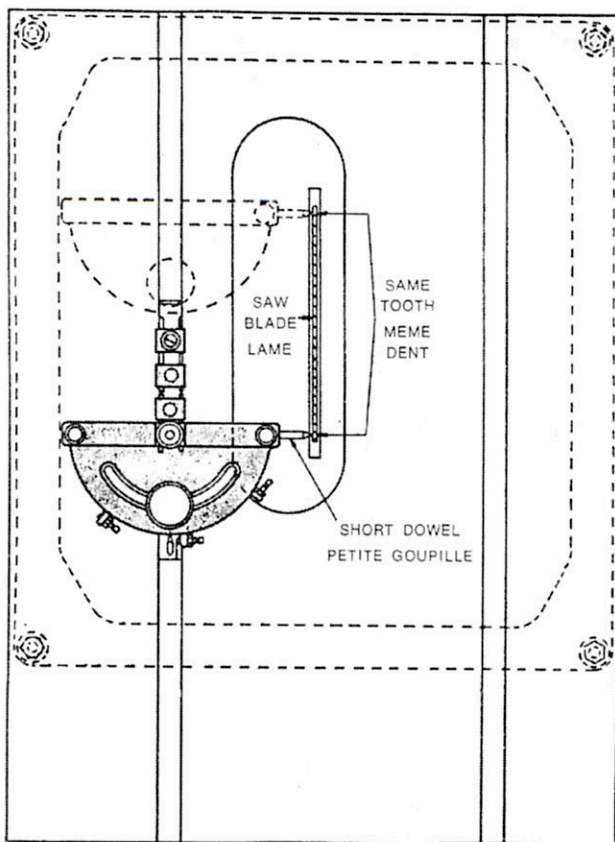

Fig. 13
Figure 13 shows a simple method of checking the alignment. Be sure to make the test on the same tooth in both front and rear positions. Loosen the four hexagon head cap screws (164) which hold the
Bien que le réglage ait été effectué en usine, il est préférable de le vérifier pour être certain d'obtenir immédiatement les meilleurs résultats. La figure 13 illustre une méthode de vérification très simple. Les mesures doivent toutes être prises à partir de la même dent de la lame. Desserrez les quatre vis à tête hexagonale (164) qui maintiennent la table sur le banc, et déplacez-la de façon que la lame soit parfaitement au centre de son passage et parallèle à la glissière du guide d'équerre. Resserrez à fond les quatre vis pour empêcher la table de se déplacer.